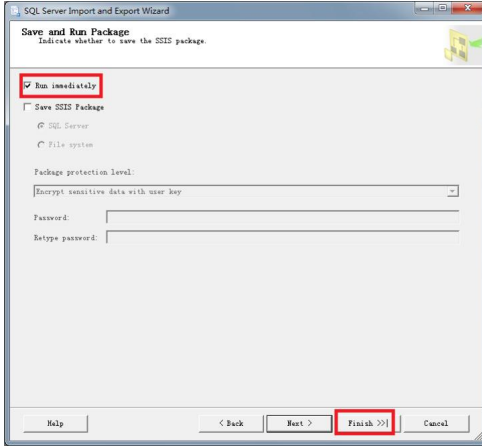
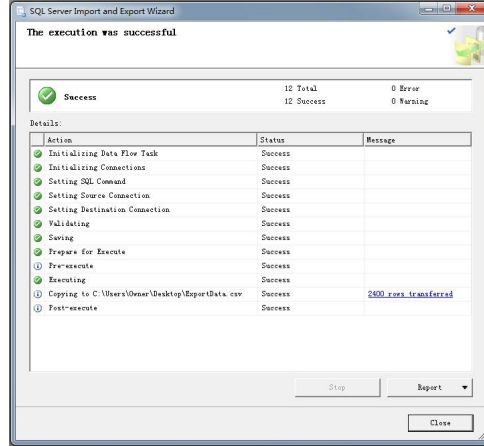

图 3-13
图 3-14
6.生成导出文件。勾选 **Run immediately**，点击 **Finish** 完成设置，如图 3-13 所示；随后将完成数据导出，出现如图 3-14 的结果则表示数据导出正常，并得到导出的 CSV 文件